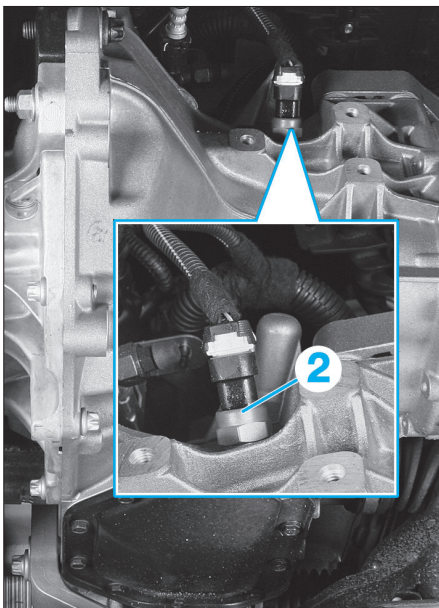

Fig. 2
- Sans système Easytronic, pour le remplissage, déposer le contacteur de feux de recul (2) de la boîte de vitesses (Fig.2).